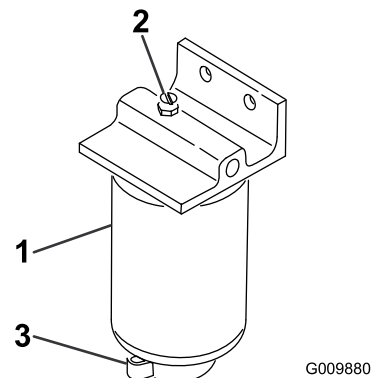

Рисунок 49
2. Открутите сливной кран в днище стакана фильтра (Рисунок 49).
1. Очистите область крепления стакана фильтра (Рисунок 49).